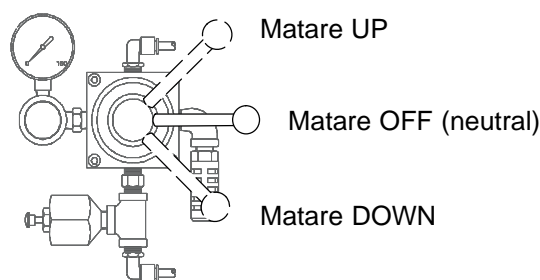

Fig. 3
Ventilhandtaget på matarens pumpluftstyrning har tre lägen (Fig. 3):
1. För ventilhandtaget till mittläget OFF (Fig. 3 på sidan 11). Stäng av tryckmatarens luftregulator och huvudluftkranen.
2. För ventilhandtaget till UP ((Fig. 3 på sidan 11). Öppna huvudluftkranen och tryckmatarens luftregulator tills mataren börjar röra sig uppåt. Låt mataren höja sig helt.
4. Ställ ventilhandtaget till läge DOWN (Fig. 3 på sidan 11) och sänk ner mataren tills tryckplattan precis ska gå i fatet och för sedan ventilhandtaget till OFF. Flytta om så behövs fatet så att skrapplattan inte tar i fatkanten.
6. Ställ ventilhandtaget i läge DOWN (Fig. 3 på sidan 11) så att tryckplattan sänks ner i kärlet tills all luft tryckts ut och vätska kommer ut ur lufthålet.
8. Ställ in trycket till mataren på 4 bar. För handtaget till DOWN. (Fig. 3 på sidan 11).
1. För ventilhandtaget till DOWN (Fig. 3 på sidan 11).
1. För ventilhandtaget till OFF (Fig. 3 på sidan 11). Stäng av luftmatningen till mataren och pumpen.
1. För matarens ventilhandtag (Fig. 3 på sidan 11) till OFF för att stanna mataren.